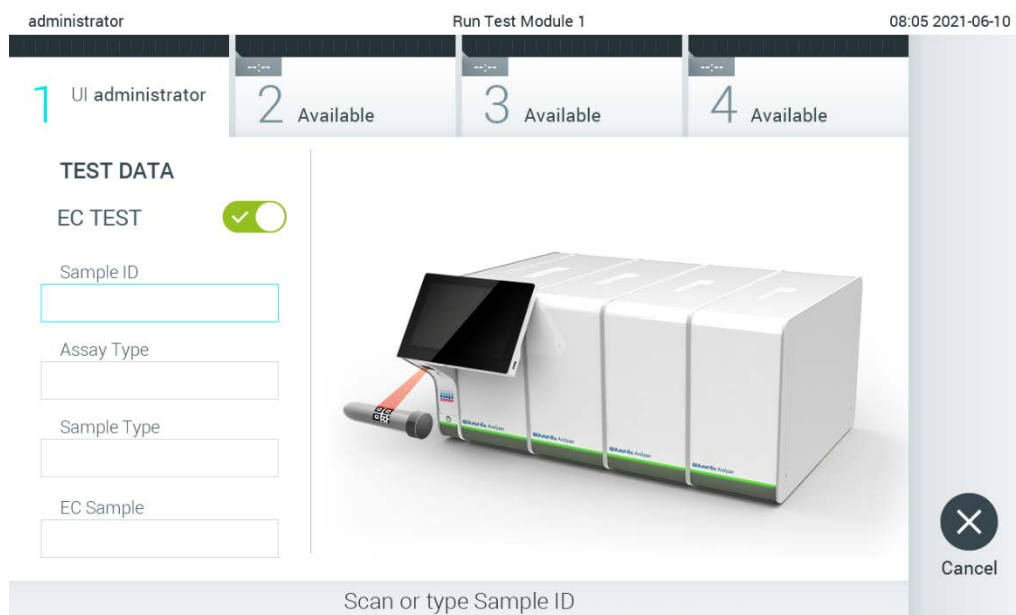

Рис. 88. Включение кнопки-переключателя EC Test (Анализ внешнего контроля) для включения возможности анализа EC.
2. Включите кнопку-переключатель EC Test (Анализ внешнего контроля) (рис. 88).
3. При получении соответствующего запроса отсканируйте идентификационный штрих-код пробы с помощью сканера штрих-кодов, встроенного в рабочий модуль (рис. 88).